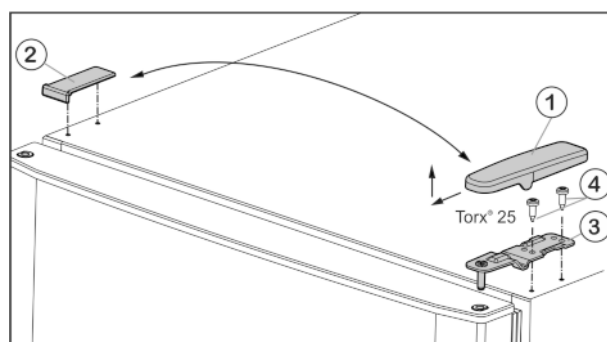

Fig. 5
- ▶ Изтеглете покритието Fig. 5 (1) напред и нагоре.
- ▶ Свалете покритието Fig. 5 (2).
- ▶ Развийте горната лагерна стойка *Fig. 5 (3)* с (2 x Torx® 25) *Fig. 5 (4)* и издърпайте нагоре.
- ▶ Поставете горната лагерна опора *Fig. 5 (3)* върху новата страна на шарнира във вратата.
- ▶ Затегнете горната лагерна опора **здро**во (с 4 Nm) (2 x Torx® 25) *Fig. 5 (4)*. Евентуално използвайте акумулаторна отвертка.
- ▶ Поставете капака *Fig. 5 (1)* от срещуположната страна отвън и го фиксирайте.
- ▶ Поставете капака *Fig. 5 (2)* също от срещуположната страна отгоре и го фиксирайте.